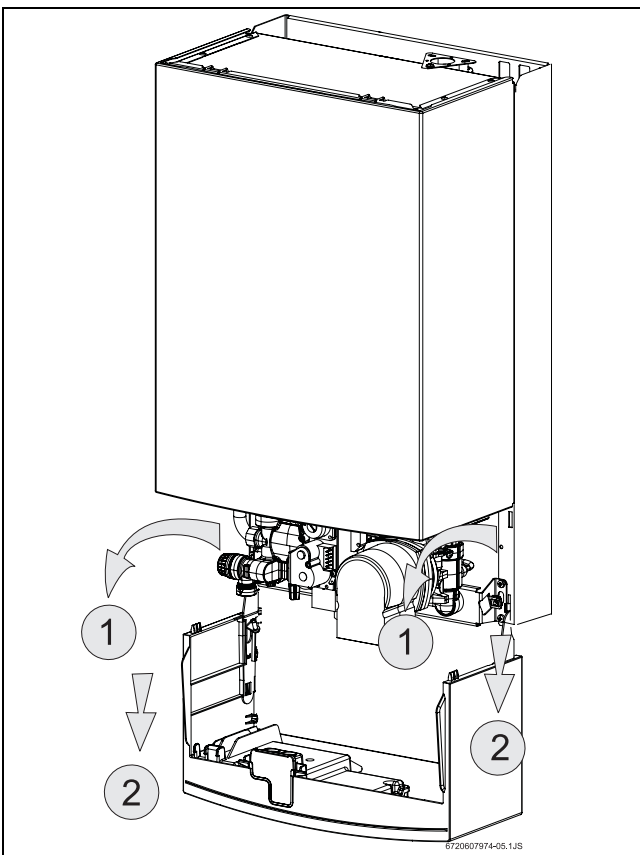

Fig. 10 Poziție pentru service pentru acces la sistemele de apă și electricitate
- ▶ Pentru a scoate complet panoul de comandă, când este poziționat ca în Fig. 10, se ridică și se trage în față.
- ▶ Se rabate în jos panoul de comandă (vezi fig. 10).